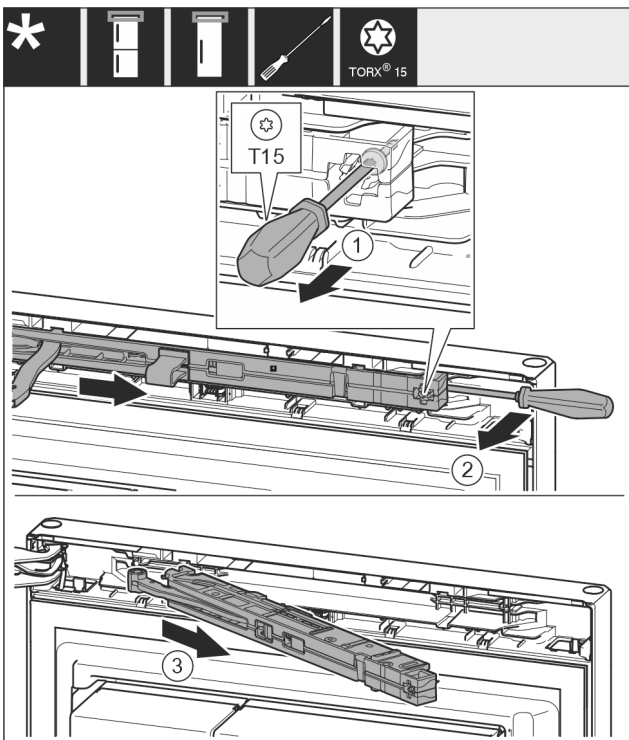

Fig. 15
- ▶ 用螺丝刀将关门阻尼单元上的螺钉 Fig. 15 (1) 松开 14 mm。
- ▶ 用螺丝刀在手柄侧向前推动关门阻尼单元 Fig. 15 (2)。
- ▶ 拉出关门阻尼单元 Fig. 15 (3)。